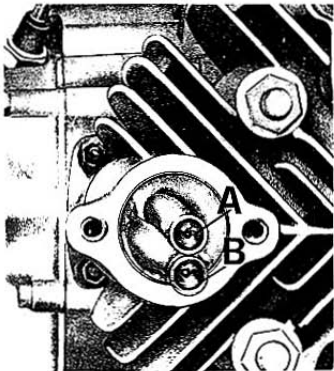

Fig. 32
NB. - Tener presente che l'astina interna (A) « aspirazione » deve trovarsi in alto; mentre la astina (B) « scarico » deve trovarsi in basso (vedere fig. 32).